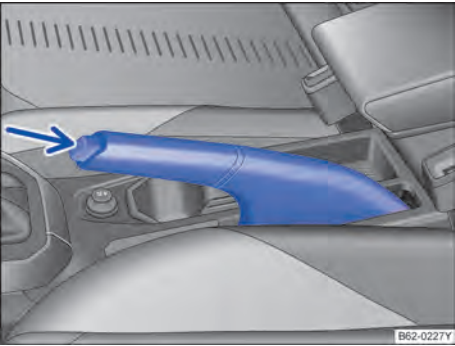

图 97 手制动杆。
– 向上拉起手制动杆→ 图 97。
– 稍稍拉起手制动杆，按箭头所指的方向→ 图 97 按下闭锁按钮并将手制动杆向下放到底→ 。